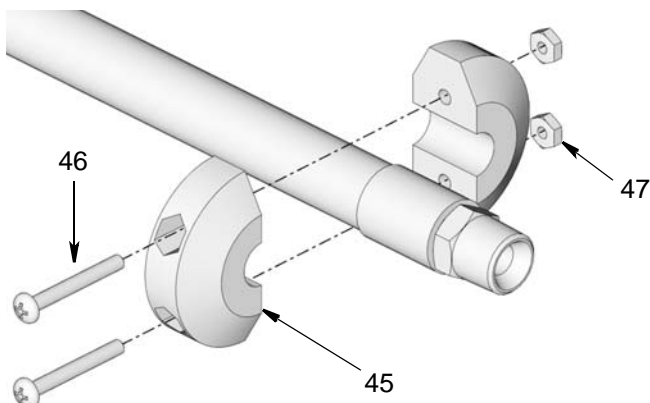

ABB. 7
5. Die Kugelarretierung (45) mit Schrauben (46) und Muttern (47) nahe am Schlauchende installieren. Die Muttern anziehen, bis sich die Außenkanten des Anschlags berühren (ABB. 7).